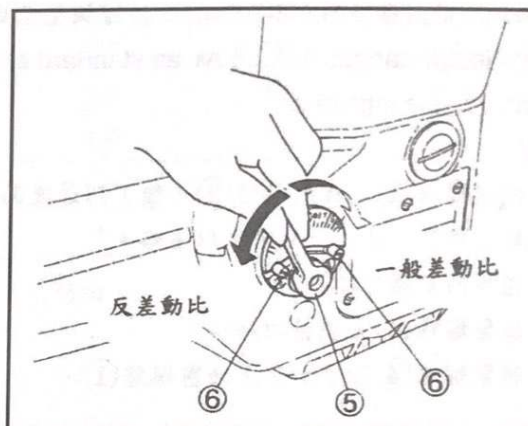

Fig.27
- (1) 移動調整桿向右或左去調整差動桿⑤在刻度“4”和刻度“5”之間是相同的動作和差動。即主牙和差動牙的運作相同。(Fig.27)
- (2) 螺絲⑥是用來固定調整桿⑤和保持差動的多或少。